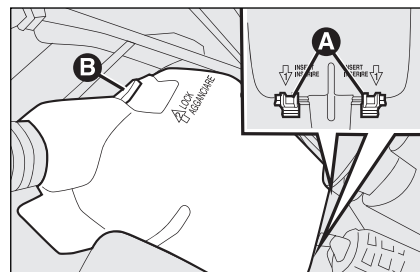

fig. 51
- ☐ plaats de twee haken **A**-fig. 51 in de betreffende zittingen op de zekeringenkast;